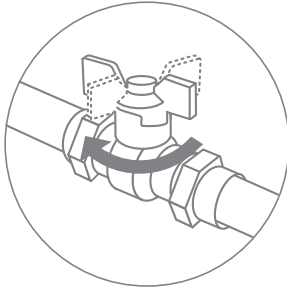

Рис. 13
- перед началом работ перекройте подачу холодной воды к месту подключения (рис. 13) и сбросьте давление, открыв кран чистой воды;